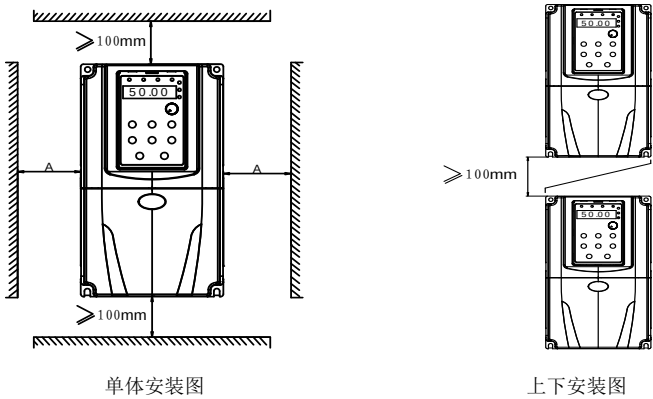

图 3-1 KE300F&AE300F 驱动器安装示意图
- 1) 请垂直安装驱动器，便于热量向上散发，但不能倒置。若柜内有较多驱动器时，最好是并排安装。在需要上下安装场合，请参考图 3-1 的示意，安装隔热导流板。
- 2) 安装空间遵照图 3-1 所示，保证驱动器的散热空间；但布置时请考虑柜内其它器件的散热情况。